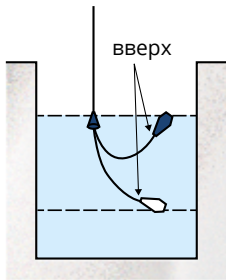

Рис. 5. Учтите: поплавок должен находиться в правильном положении.
- При испытании поплавкового датчика уровня без погружения в жидкую среду необходимо обратить внимание на правильное положение поплавка: метка UP на краю нижней части должна быть вверх. Например, при опускании на пол набор поплавковый датчик уровня принимает это положение за счет внутреннего килевого груза (рис. 5).